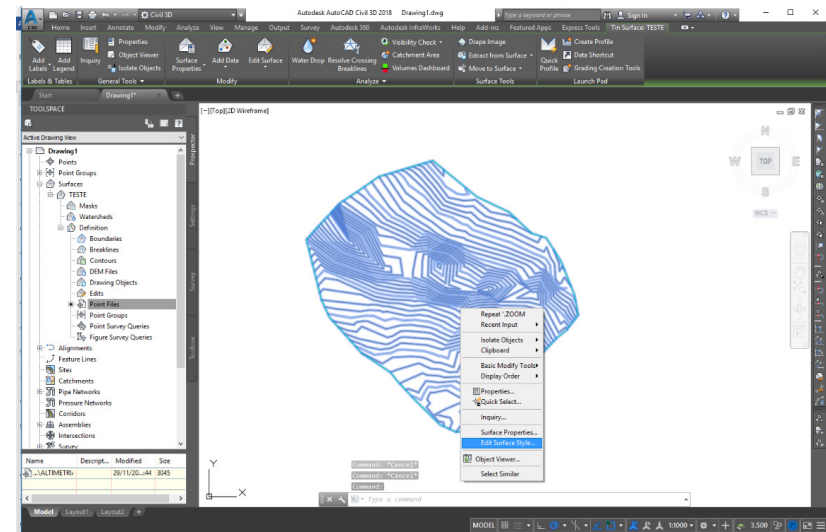

Figura 123 - Selecionando a opção para editar as curvas de nível
- Ao clicar com o botão direito do mouse sobre o desenho, irá aparecer uma janela de propriedades, como mostrado na Figura 123 a seguir.